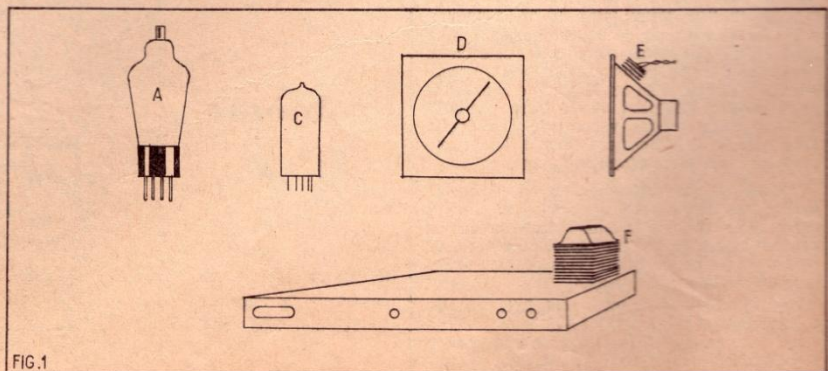

FIG. 1.
Fig. 1. — Premier examen intérieur du poste par sa forme arrière (panneau de carton enlevé) : en A, il existe parfois un téton (B) placés en haute fréquence — antenne à détectrice — ces tubes dénotent déjà un poste vieilli. En C, un poste beaucoup plus récent (moderne peut-être). En D, un cadran circu-
Le transformateur de modulation figurant en E (fig. 1) sera vraisemblablement à remplacer (comme dit fig. 1 E).
Vous aurez généralement 2 lampes (parfois trois) avant d'arriver (en aval) au haut-parleur accompagné de son transfo de sortie. Mesurons ensuite le diamètre de la membrane de notre haut-parleur. Sur le haut-parleur se place généralement (à tort) un petit transformateur que vous reconnaîtrez facilement (fig. 1 E).